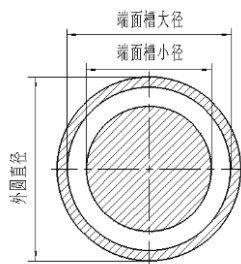

图 2 端面槽剖面
5. 如图 2 端面槽剖面所示, 如果要精确测量端面槽的小径尺寸, 最好选用 ( )
6. 如图 2 所示, 如果需要直接、快速、精确测量端面槽的宽度尺寸, 最好选用 ( )